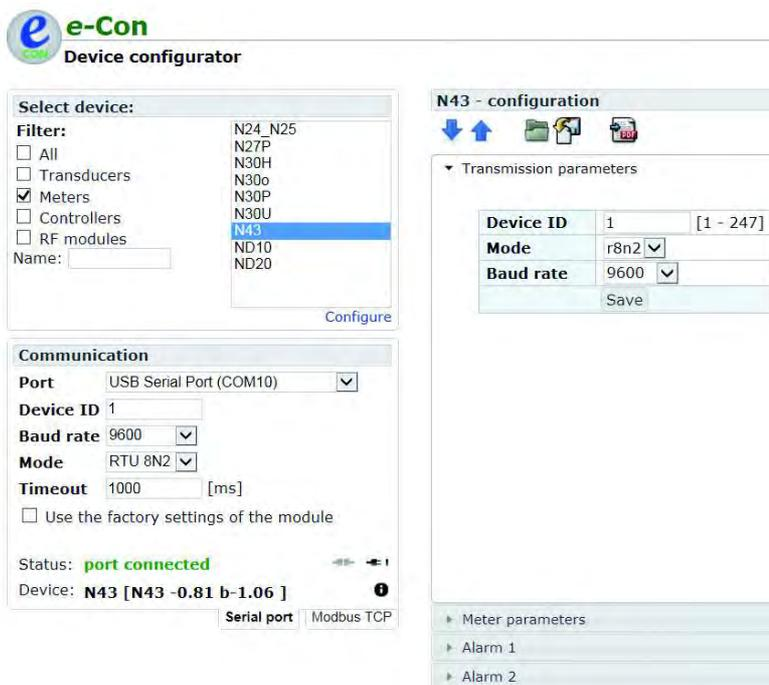

Abb. 12. Ansicht von einem Programmfenster: a) eCon, b) Softwareaktualisierung
Nach Starten von eCon soll in den Optionen serieller Anschluss, Geschwindigkeit, Modus und Adresse des Messgerätes eingestellt werden. Dann soll vom Menü das Messgerät N43 gewählt werden und die Schaltfläche *Konfiguration* angeklickt werden. Damit alle Einstellungen abgelesen werden, soll die Pfeiltaste nach unten und dann die Diskette angeklickt werden, folglich werden die Einstellungen in einer Datei gespeichert (notwendig für die nachträgliche Wiederherstellung). Nachdem vom Menü *Firmwareaktualisierung* (in der rechten oberen Ecke) gewählt wird, wird das Fenster *Updater* (LU) – Abb. 12 b geöffnet. Dann soll *Connect* gedrückt werden. Im Informationsfenster *Messages* werden Informationen zum Verlauf der Aktualisierung angezeigt. Bei korrekt geöffnetem Anschluss wird *Port opened* angezeigt. Im Messgerät wird die Einleitung des Aktualisierungsmodus auf zwei Weisen ausgeführt: